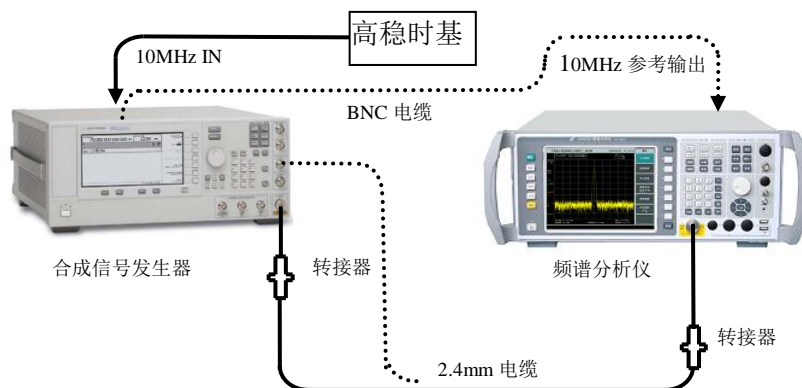

图 6-1 频率范围的测试
- 用连接器和电缆连接微波合成信号发生器 E8257D 的输出与频谱分析仪的输入端（如图 6-1 实线所示）。将信号发生器的输出频率设为 AV4036 系列频谱分析仪对应被测型号的最高频率，输出功率-10dBm。
- 1) 按照图 6-1 频率范围连接测试设备 (用实线所示的电缆连接位置), 将 AV4036 与合成信号发生器共参考频率, 将 AV4036 的 10MHz 输出端接 E8254A 的 10MHz 参考输入端, 信号发生器的信号输出端接到 AV4036 的信号输入端。在 AV4036 上按【复位】键。